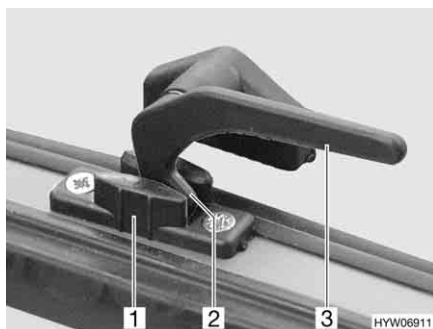

Fig. 23 Leva di serraggio in posizione "Aerazione continua"
- In posizione di "Aerazione continua" (Fig. 23)
- Ruotare la leva di serraggio (Fig. 23,3) di un quarto di giro verso il centro della finestra.
- Ruotare la leva di serraggio di un quarto di giro verso il telaio della finestra. Riportare contemporaneamente il nasello di chiusura (Fig. 23,2) nella rientranza della chiusura della finestra (Fig. 23,1).